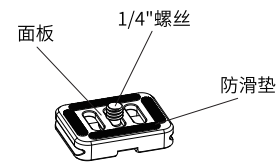

图3-1
3. 认识快装板夹座和快装板(如图3-1所示)。
①固定相机